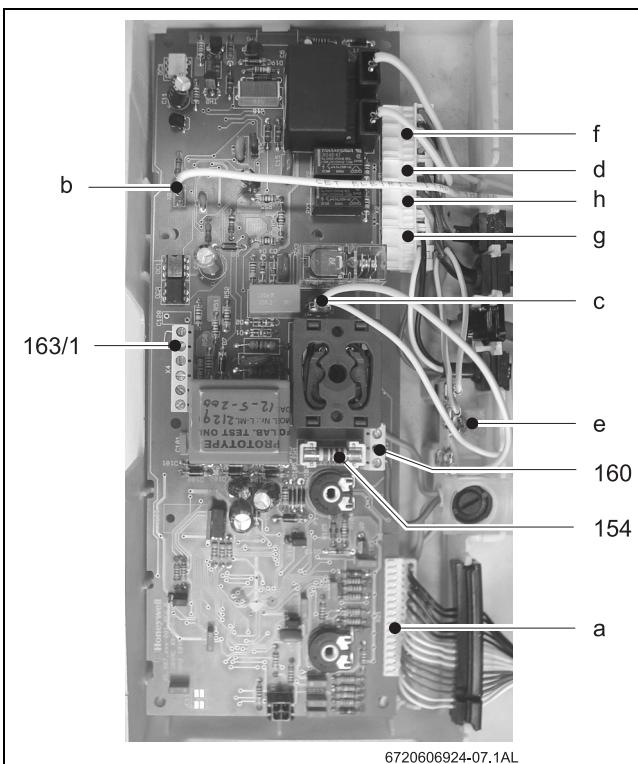

Рис. 11
- Видалити міст 1–4 (Рис. 11, поз. 163/1).